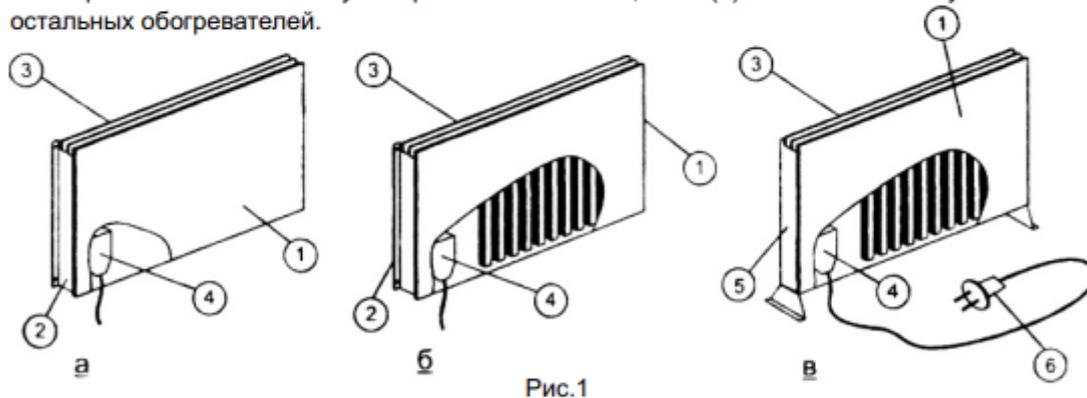

Рис.1
- * Обогреватели ЭРГ (Рис.1а,б,в,) состоят из плоского электрического нагревателя (ПЭН) 1, кронштейнов настенного крепления 2, декоративных планок 3, кронштейнов с ножками 5.
- * Обогреватели ЭРГНА- 0,3/220 (п), Рис.1 а, ЭРГНА-0,3/220 (п)-01, и ЭРГНА- 0,7/220 (п), Рис. 1 б - настенные.
- * Обогреватели ЭРГПА- 0,7/220 (п), Рис. 1 в - напольный переносной. Для присоединения к сети у обогревателя имеется шнур с вилкой 6.
- * Обогреватели ЭРГНА- 0,7/220 (п), ЭРГНА-0,3/220 (п)-01, Рис. 1 б и ЭРГПА- 0,7/220 (п), Рис.1 в имеют корпус с конвекторным оребрением.